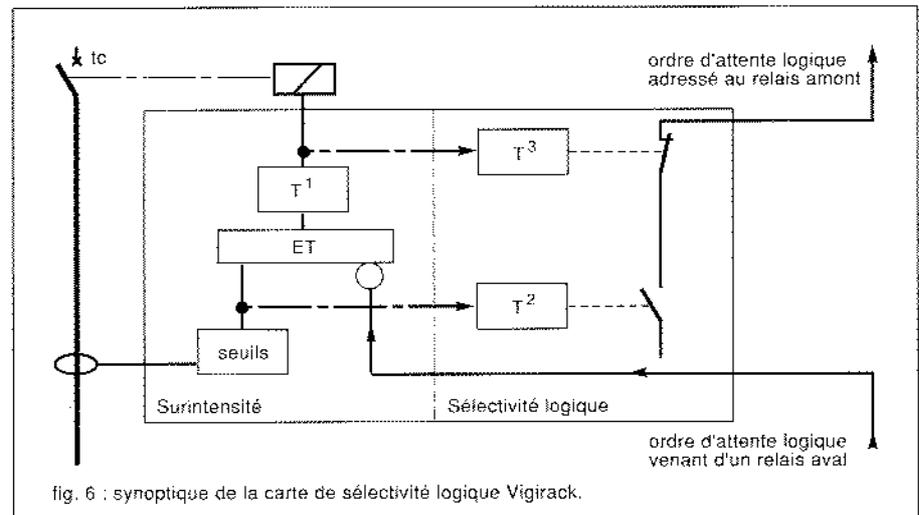

fig. 6 : synoptique de la carte de sélectivité logique Vigirack.
**Fonctionnement** (cf. fig.6 et 7)